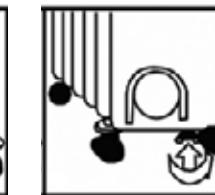

Fig. 4
4. Stringere bene la staffa mediante il dado ad alette (Fig. 4), per prevenire il ribaltamento dell'apparecchio.